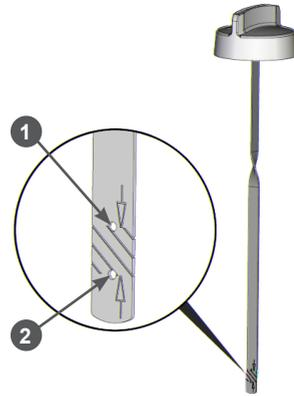

Рис. 17 Крышка-щуп маслосазливной горловины
10. Подождите 1 минуту, совместите выступы на крышке-щупе и пазы на маслосазливной горловине, установите крышку-щуп в отверстие маслосазливной горловины. Затем аккуратно вытащите щуп и осмотрите его. Уровень масла должен соответствовать верхней отметке 1 на щупе (Рис. 17). При недостаточном уровне масла в картере необходимо долить масло до верхней отметки на щупе. Не допускайте перелива или превышения максимального уровня масла в картере двигателя.